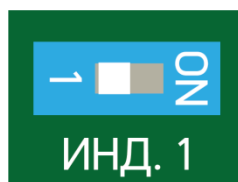

Рисунок 7.21
– отключить сигнальный светодиод БОС, установив флажок выключателя (поз.3 рисунок 7.1) в левое положение (положение «1») (рисунок 7.21), закрыть крышку БОС.